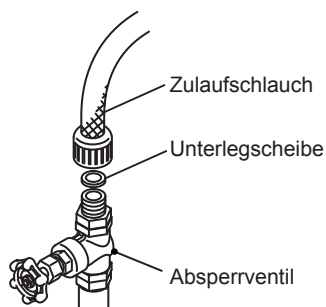

Abb. 4
- 1) Das freie Ende des Zulaufschlauches mit dem Absperrventil (Abb. 4) verbinden und darauf achten, dass die Unterlegscheibe richtig positioniert ist. Mit der Hand so anziehen, dass die Verbindung dicht ist. Vorsichtshalber sollte das Absperrventil in Reichweite sein.
- 4) Das Absperrventil der Trinkwasserversorgungsleitung schließen. Siehe Abb. 4.